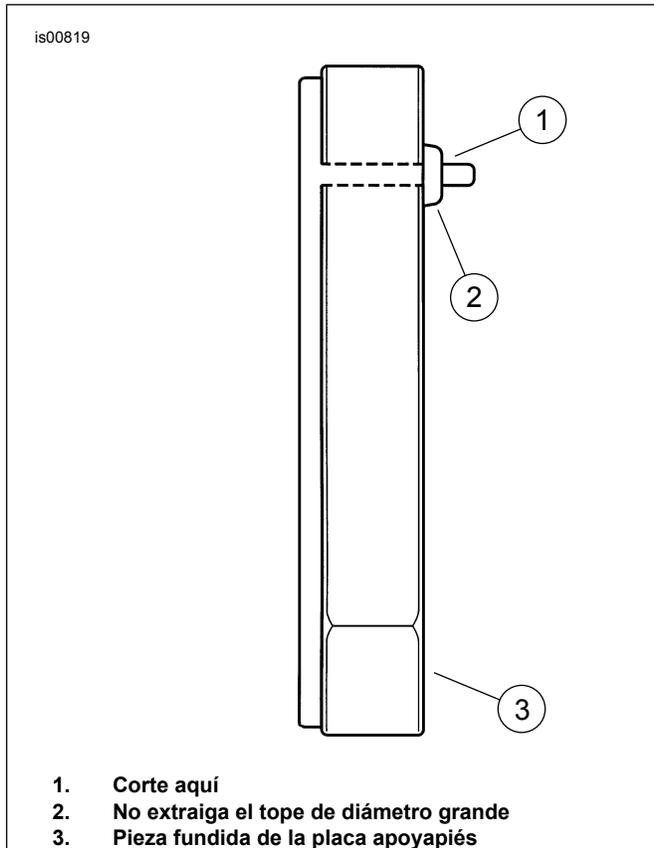

Figura 3. Corte de la punta del tope de caucho
3. Asegure firmemente la placa apoyapiés (5) para prepararla para la perforación de los agujeros en la parte inferior. Usando una broca con un diámetro de perfore un agujero en la placa apoyapiés (5) en cada punto marcado con el punzón. Tenga cuidado de no perforar demasiado profundo ya que podría dañar la almohadilla de la placa apoyapiés (6); sin embargo, los agujeros deben tener la suficiente profundidad para permitir que los tornillos autorroscantes (7) del kit sean instalados sin llegar a fondo en los agujeros. Use una herramienta de tope de perforación para controlar la profundidad de perforación (en este caso no debe ser mayor que 13 mm [1/2 pulg.]).
4. Vea la Figura 3. Si está presente, con un cuchillo o alicates para cortar, corte la punta larga con diámetro pequeño de los topes de caucho que sale de la pieza fundida de aluminio de la placa apoyapiés.